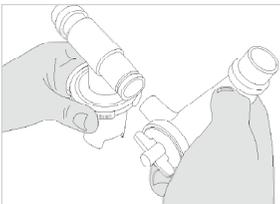

Abbildung 7
1. Trennen Sie den Vernebler vom Phasitron®. **(Abb. 7)**